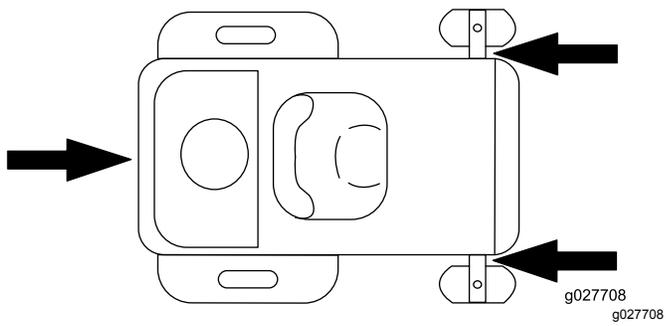

Figure 28
- Arrimez la machine près des roues pivotantes avant et du pare-chocs arrière à l'aide de sangles, chaînes, câbles ou cordes (Figure 28). Reportez-vous à la réglementation locale concernant les exigences d'arrimage.